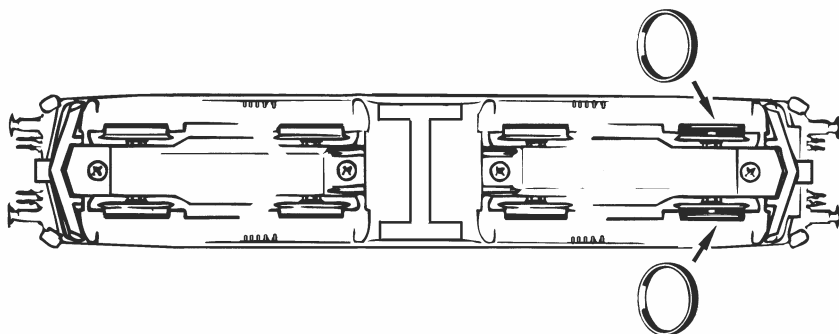

Fig. 8
2. Schmierung: Versehen Sie die im Schmierplan in Fig. 8 gekennzeichneten Stellen mit nur **kleinen Öltropfen**. Dazu zuerst das Lokgehäuse abnehmen (Fig. 3). Wir empfehlen den ROCO **Öler Art.-Nr. 10906**. Fürs Schmieren der Getriebeteile (Zahnräder, Schnecke) empfehlen wir das ROCO **Spezialfett Art.-Nr. 10905**. Im Falle der Schmierung diese Teile **nicht ölen**.
goutte aux endroits indiqués par le plan de graissage (fig. 8) après avoir démonté la caisse de la locomotive (fig. 3). Nous vous recommandons **le graisseur à huile Roco réf. 10906**. Pour graisser les engrenages (roues dentées, vis sans fin) nous vous conseillons la **graisse spéciale Roco réf. 10905** pour engrenages en matières synthétiques. Lorsque vous utilisez cette graisse il faut éviter d'huiler ces composants.
2. Lubrication: Apply **tiny oil drops** to spots marked in fig. 8. Prior to lubrication dismantle locomotive (fig. 3). We recommend using item no. **10906, Roco oiler**. For lubrication the gear-parts (e.g. cog-wheels, worm) we would recommend our Roco **special grease** (item no. **10905**).